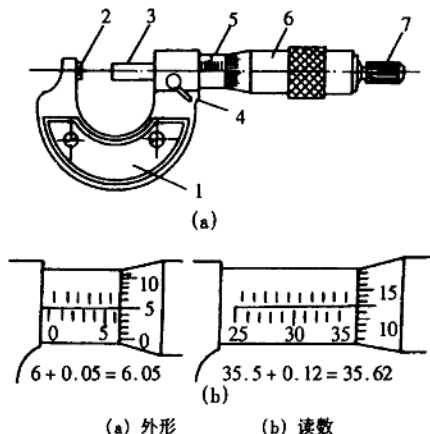

图 1-4 千分尺
3. 千分尺 (图 1-4)：又称为分厘卡，是一种精度较高的量具。用千分尺测量和读数的步骤是：
(1) 将千分尺测量面擦拭干净后检查零位的准确性。
(2) 将工件被测表面擦拭干净，保证测量准确。
(3) 用单手或双手握持千分尺对工件进行测量，一般先转动活动套筒 6，当千分尺的测量面刚接触到工件表面时改用棘轮 7。当听到测力控制装置发出嗒嗒声时停止转动，即可读数。
(4) 读数时，要先看清内套筒（即固定套筒）5 上露出的刻线，读出毫米数或半毫米数，然后再看清外套筒（活动套筒）6 的刻线和内套筒的指向筒的指向刻线所对齐的数值（每格为 0.01 毫米），将两个读数相加，其结果就是测量值。图 1-4 (b) 所示的读数为 $6 + 0.05 = 6.05$ 毫米和 $35.5 + 0.12 = 35.62$ 毫米。